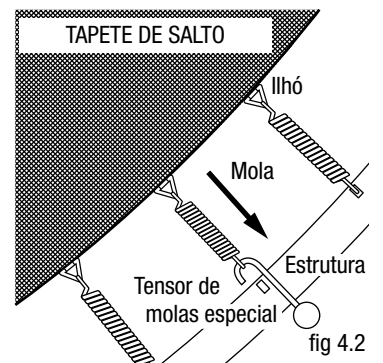

fig 4.2
- Estenda o tapete de salto (1) na estrutura com o estampado virado para cima.
- Selecione um ponto qualquer no tubo da estrutura (chamêlho ZERO). Fixe primeiro uma mola (7) na mesma direcção e no mesmo ângulo na estrutura, como demonstrado na fig. 4.2.